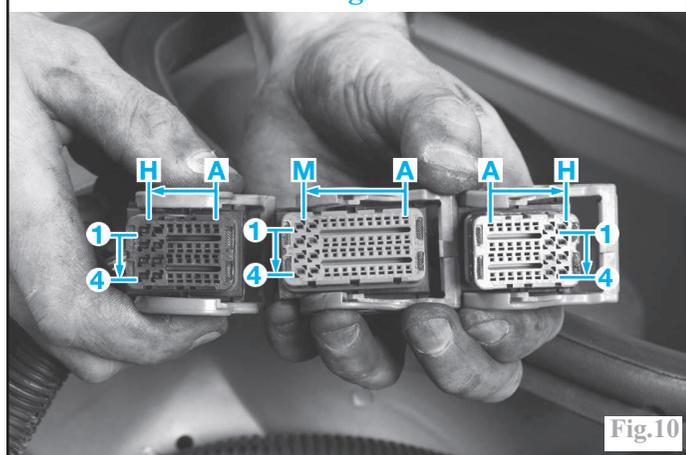

Fig.10
**Brochage du calculateur de gestion moteur Bosch (Fig.10)**